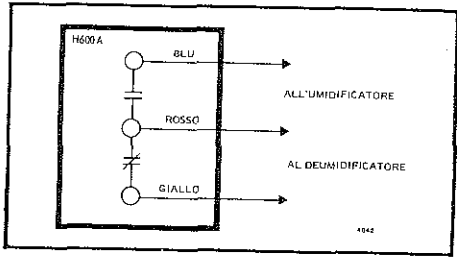

FIG. 5--COLLEGAMENTI ELETTRICI DELL'UMIDOSTATO H600A. COLLEGARE I CONDUTTORI ROSSO E BLU PER UMIDIFICAZIONE E I CONDUTTORI ROSSO E GIALLO PER DEUMIDIFICAZIONE.
5. Eseguire i collegamenti elettrici come da fig. 5.
Eseguire i collegamenti elettrici come mostrato in Fig. 5.